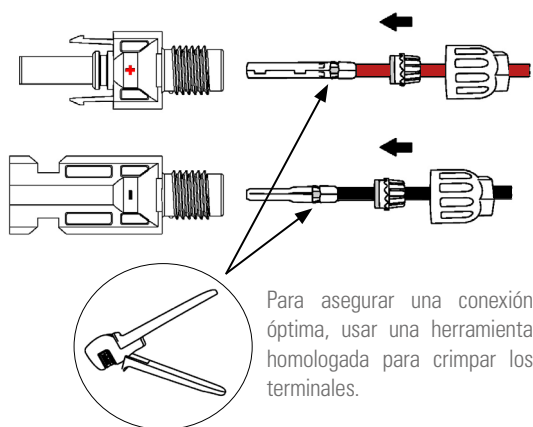

Fig. 24. Prensado del cable.
- d. Insertar el cable de DC a través de la tuerca del conector de DC en el terminal metálico y presionar el terminal con unos alicates profesionales de prensado (tirar del cable para verificar si el terminal está bien conectado al cable), tal como se muestra en la Fig. 24: